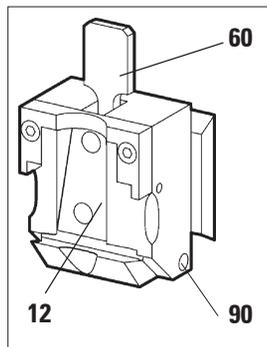

Fig. 34
- Partes móveis do acessório fixo para prendedores de amostras (10) e o encaixe do tipo rabo de andorinha (14).
- Conector em T (19) na placa da base do micrótomo.
- Alavancas de fixação (2) e (20) no micrótomo
- Trilhos de guia (91) para a base do porta-navalhas na placa da base do micrótomo.
- Alavancas de fixação (39) e (24) no lado direito e esquerdo da base do porta-navalhas.
- Trilho de guia (92) do mecanismo de deslocamento lateral na base do porta-navalhas (21).
- Conector em T (26) na base do porta-navalhas (21).
- Superfícies deslizantes do protetor da navalha (3) e os botões serrilhados (73) no porta-navalhas tipo N.
- Alavanca de fixação (89) do porta-navalhas tipo E.
- Eixo (90) da alavanca de fixação do prendedor de cassetes (veja a Fig. 34).